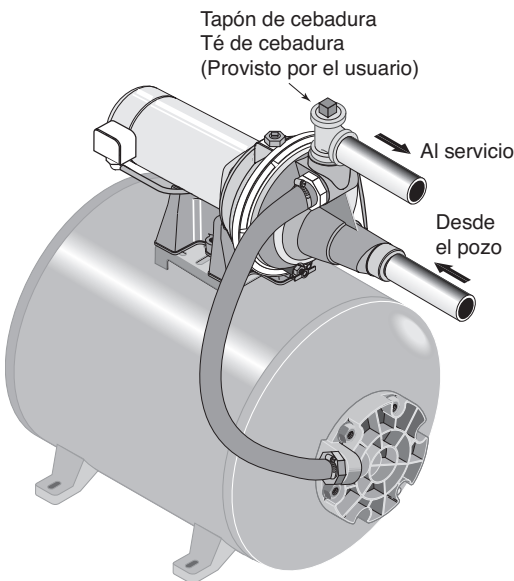

Figura 1
Cuando se use una válvula de pie, se recomienda usar un Té y tapón de cebar como se ilustra en la Figura 1.
AVISO: Para cebar la bomba correctamente, instale un tubo en T en la tubería de descarga (consulte la Figura 1, página 31).
1. Retire el tapón de cebadura (adquirido por separado, Figura 1, página 31).